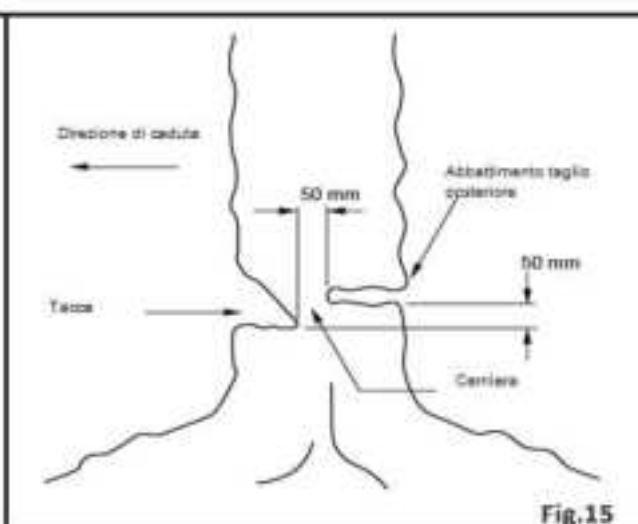

Fig.15
- Sottotaglio con tacca. Realizzare la tacca a 1/3 del diametro dell'albero, perpendicolare alla direzione di caduta come illustrato in Fig. 15. Eseguire prima la tacca orizzontale inferiore. Ciò contribuirà a evitare di pizzicare la catena della sega o la barra di guida quando viene eseguita la seconda tacca.